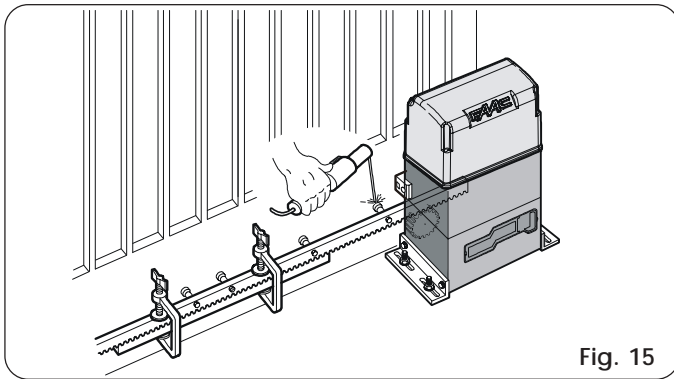

Fig. 15
- 5) Accostare un altro elemento di cremagliera al precedente utilizzando, per mettere in fase la dentatura dei due elementi, un pezzo di cremagliera come indicato in Fig. 15.